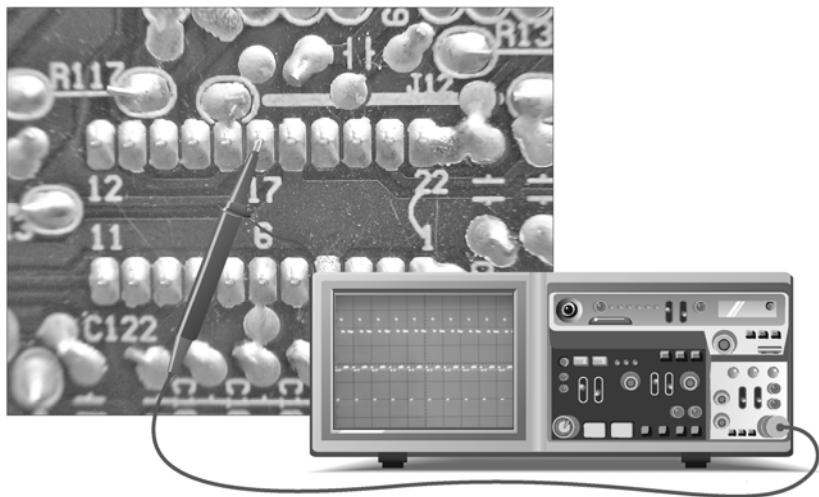

图 2-12 检测 IC101 ①⑦脚 G 信号输出
使用同样的方法判断 G 信号输出是否正常，如图 2-12 所示，将示波器的探头放到①⑦脚的焊点上，适当调整示波器周期及同步旋钮，正常情况中应能得到如图 2-12 所示信号波形输出。